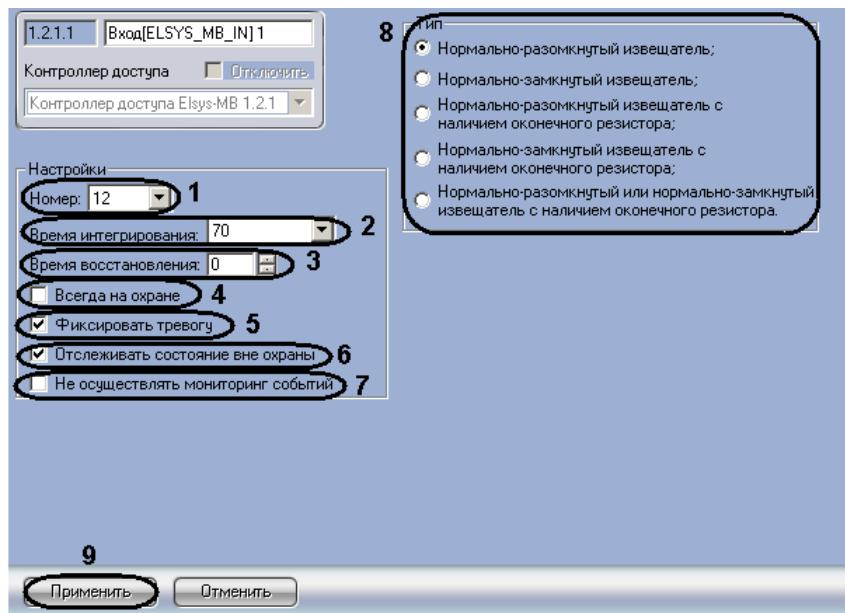

Рис. 3.4-8 Панель настроек объекта Вход
2. Перейти на панель настроек объекта Вход (Рис. 3.4-8).
3. Из раскрывающегося списка **Номер:** выбрать адрес входа (см. Рис. 3.4-8, 1).
4. Из раскрывающегося списка **Время интегрирования:** выбрать время в миллисекундах, в течение которого контроллер детектирует переход входа из одного физического состояния в другое (см. Рис. 3.4-8, 2).
5. В поле **Время восстановления:** с помощью кнопок **вверх-вниз** установить в секундах время задержки перехода входа из состояний **Тревога, Неготовность** в состояния **Норма – готов к постановке на охрану, На охране** (см. Рис. 3.4-8, 3).
6. Установить флажок **Всегда на охране**, если необходимо ограничить число состояний входа двумя – **Тревога и На охране** (см. Рис. 3.4-8, 4).
7. Установить флажок **Фиксировать тревогу**, если необходимо оставлять входа тревожным до прихода подтверждающего сообщения (см. Рис. 3.4-8, 5).
8. Установить флажок **Отслеживать состояние вне охраны**, если необходимо отслеживать состояние входа в тех случаях, когда вход не взят под охрану (см. Рис. 3.4-8, 6).
9. Установить флажок **Не осуществлять мониторинг событий**, если необходимо чтобы события об изменении состояния входа не регистрировались и не передавались контроллером (см. Рис. 3.4-8, 7).
10. В поле **Тип** установить переключатель в положение, соответствующее типу используемого входа (см. Рис. 3.4-8, 8).
11. Для сохранения изменений необходимо нажать кнопку **Применить** (см. Рис. 3.4-8, 9).